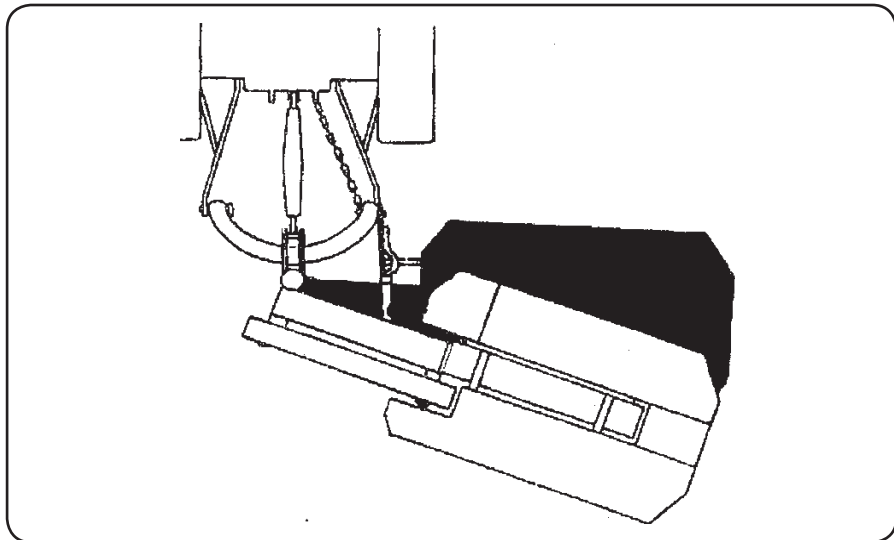

Рис.5. Отклон косилки назад после того, как сработал предохранитель
Предохранитель являет собой плечо, связывающее (в рабочем положении косилки) шарнирный брус с рамой навески. Это плечо складывается с двух передвигных относительно себя полос (1) и (2). Замок (3) одного из них и защёлка откидной пластинки (4), связанной с другой полосой прижимаются посредством пружины с регулирующим удлинением, что даёт возможность настройки момента срабатывания предохранителя, при котором (в момент столкновения косилки с препятствием) наступает выдвижение одного из плечей и отклон рабочих механизмов косилки назад на угол 20° (Рис.5). Благодаря этому оператор имеет возможность остановить трактор и избежать повреждений косилки.